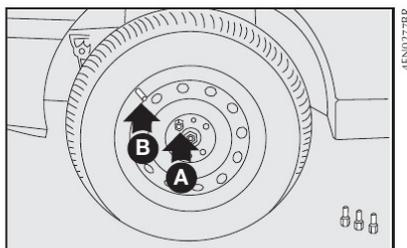

fig. 9
- Atarraxar apenas um dos parafusos **A-fig. 8**, em correspondência com a válvula de enchimento **B-fig. 9**.